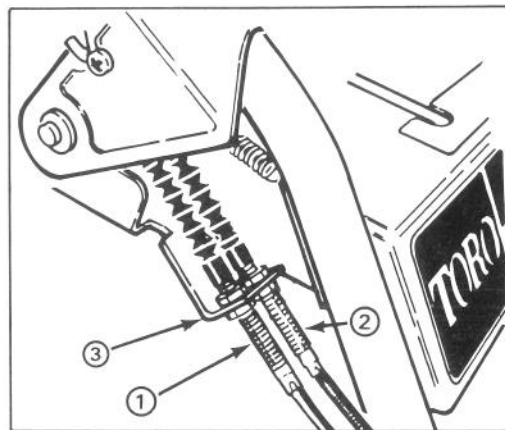

Abbildung 18
3. Die obere, das Räumwerk-/Gebläse-Kabel an die Befestigungsschelle festhaltende Gegenmutter lösen (Abb. 18).
EINSTELLEN DES FAHRANTRIEBSRIEMENS (Abb. 18)
8. Die das Kabel an die Schelle befestigenden Gegenmuttern an dem auszuwechselnden Riemen entsprechenden Steuerkabel lösen (Abb. 18). Beim Auswechseln des (der) Riemen(s) muß das Kabel zum Gleiten in der Schelle frei sein.